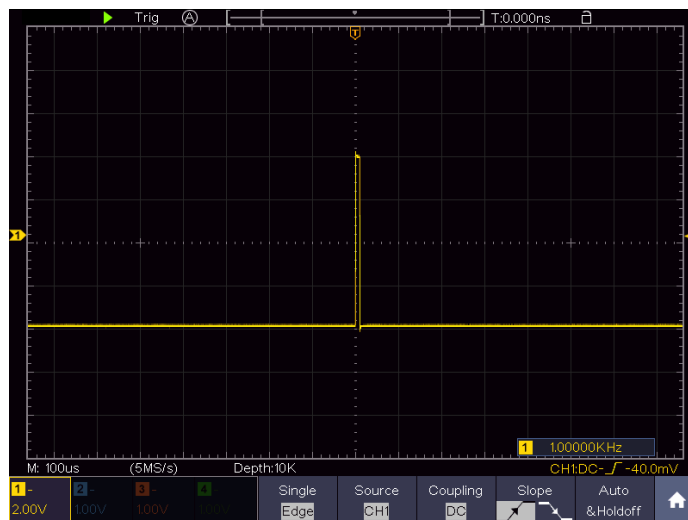

Figura 6-2 Captura de una única señal.
- (2) Pulse la tecla **CH1** para seleccionar el canal 1, ajuste los rangos de escala **Vertical** y escala **Horizontal** para la señal a observar.
- (3) Pulse la tecla **Acquire** para mostrar el menú Adquirir.
- (4) Seleccione **Modo Adq** en el menú inferior. Seleccione **Det. Picos** en el menú de la derecha.
- (5) Pulse la tecla del **menú Trigger** para mostrar el Trigger menú.
- (6) Seleccione el primer elemento del menú en el menú inferior. Seleccione **Único** en el menú de la derecha.
- (7) En el menú de la izquierda, seleccione **Flanco** como modo.
- (8) Seleccione **Fuente** en el menú inferior. Seleccione **CH1** en el menú de la derecha.
- (9) Seleccione Acoplo en el menú inferior. Seleccione CC en el menú de la derecha.
- (10) En el menú inferior, seleccione Pendiente como  (ascendente) .
- (11) Gire el selector Trigger Level y ajuste el nivel de trigger aproximadamente al 50% de la señal para su medición (Consulte "Ajuste del sistema vertical").
- (12) Compruebe el indicador de estado del trigger en la parte superior de la pantalla, si no está listo, pulse la tecla **Run / Stop** y comenzará la adquisición, en espera del trigger. Si una señal llega al nivel de trigger establecido, se realizará un muestreo y luego aparecerá en pantalla. Mediante el uso de este enfoque, un pulso al azar puede ser capturado fácilmente. Por ejemplo, si queremos encontrar una ráfaga de alta amplitud, ajuste el nivel de trigger a un valor ligeramente superior al nivel medio de la señal, pulse la tecla **Run/Stop** y espere el trigger. Una vez que ocurra, el instrumento se activará automáticamente y registrará la forma de onda en el período alrededor del tiempo de disparo. Al girar el selector de **Positon HOR** en el área de control horizontal en el panel, puede cambiar la posición de disparo horizontal para obtener el retardo negativo, haciendo una observación sencilla de la forma de onda antes de que ocurra (ver *Figura 6-2*).